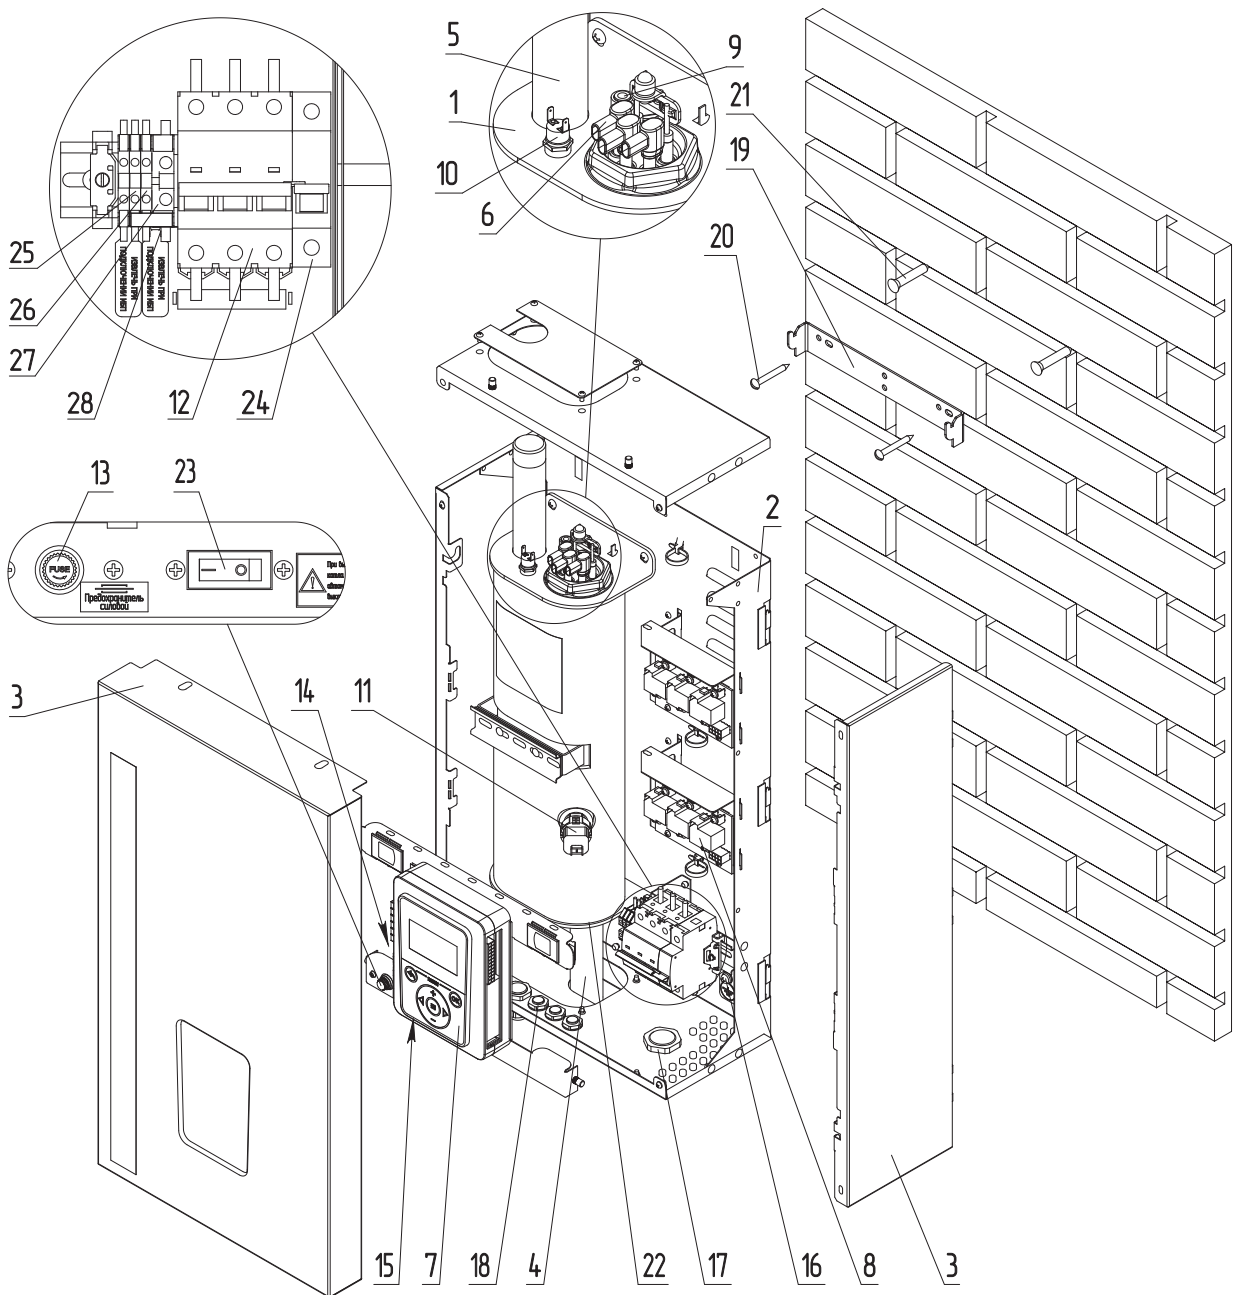

Рис.1 Устройство электродвигателя VDL Prime
Закрепите настенный кронштейн на вертикальной поверхности в необходимом месте с помощью шурупов, входящих в комплект, и установите на него котел, как показано на **Рис.1**.
- присоединить рабочий нулевой провод на клемму нейтраль (N) котла;
- защитный нулевой провод (PE) подключить на болт «ЗАЗЕМЛЕНИЕ» (**Рис.1, поз.16**);
- включить вводной автомат (**Рис.1, поз.12**) вместе с дистанционным расцепителем в верхнее положение;
- перевести выключатель (**Рис.1, поз.23**) в положение ВКЛ;